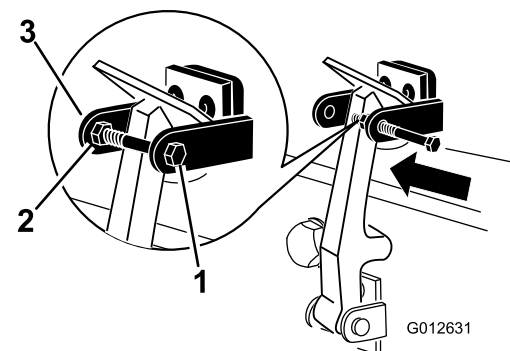

図 8
8. フードロックブラケットのもう一つのアームにボルトを差し込んでラッチをロックする 図 8。